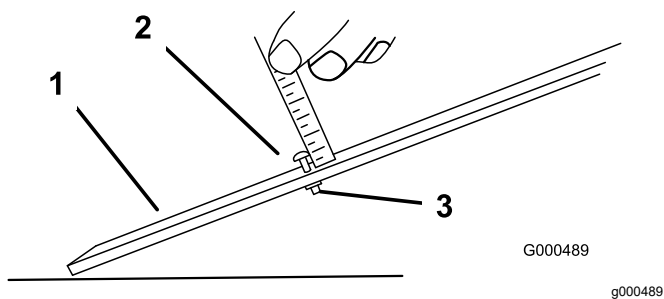

図 9
1. ゲージバーのナットをゆるめ、調整ねじを希望の刈り高に合わせる 図 9